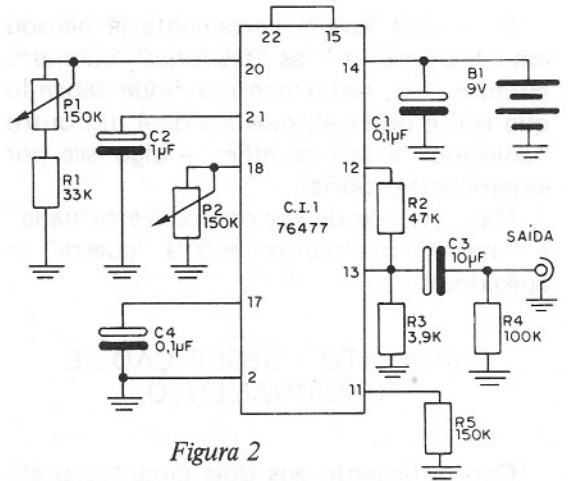

Figura 2
- as demais entradas de C.I.1, não representadas na figura 2, ao serem mantidas "abertas" garantem o estado lógico baixo (O ou L).
Para você tornar os efeitos sonoros "mais reais", terá de dispor ao circuito, figura 2, um amplificador de uns poucos watts, o qual irá ditar a tensão de alimentação para o aparelho.